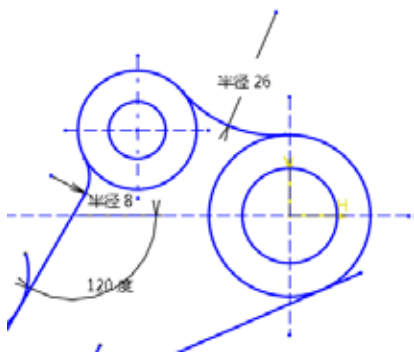

图5-123 创建圆角
- 10 再利用【不修剪】方式的【圆角】命令，创建如图5-123所示半径为26的圆角。